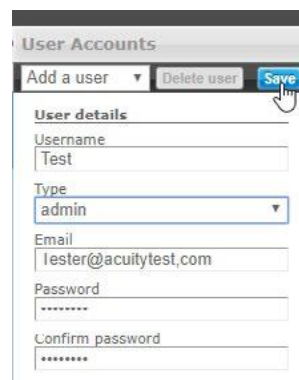

Figura 07: Guardar nuevo usuario
4. Haga clic en el botón **Guardar** para guardar los nuevos datos de usuario (Figura 07).